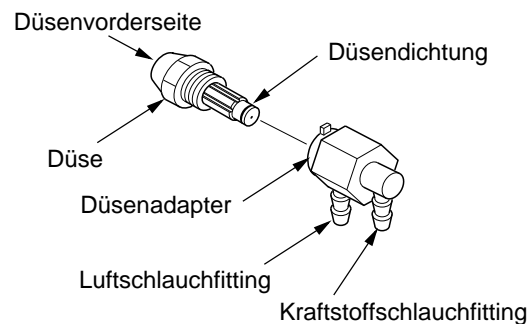

Abbildung 20 - Düse und Düsenadapter
6. Die Düse mit einem 5/8 Zoll Steckschlüssel vorsichtig aus dem Düsenadapter herausdrehen (siehe Abb. 20).
9. Die Düse in den Düsenadapter einschieben, bis sie sicher sitzt. Die Düse mit einem 5/8 Zoll Steckschlüssel um eine 1/3 Umdrehung auf ein Drehmoment von 4,5 bis 5,1 Nm (40 bis 45 Zoll-Pfund) festziehen. Siehe Abb. 20.